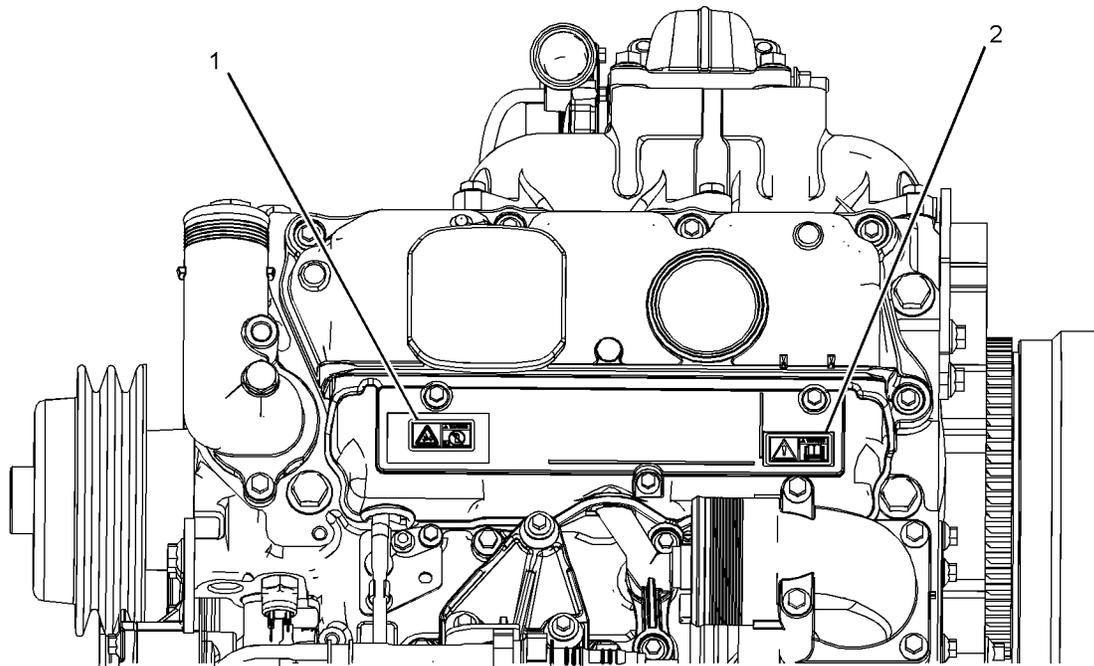

Abbildung 2
Der allgemeine Warneufkleber (2) befindet an beiden Seiten des Sockels des Ventilmehanismusdeckels. Siehe Abbildung 2.
Das Äther-Warnschild (1) befindet sich auf dem vorderen Ende des Ansaugkrümmerdeckels. Siehe Abbildung 2.